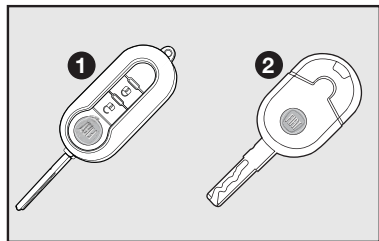

fig. 1
CHAVES – fig. 1
Com o veículo são entregues, conforme versão, duas chaves **1–fig. 1** ou duas chaves **2–fig. 1**.
As chaves **1** ou **2–fig. 1** de uso normal no veículo são usadas para:
- abertura/fechamento das portas por meio do controle remoto (chave **1–fig. 1**).
Para a chave **2–fig. 1** está prevista a predisposição para instalação de controle remoto.